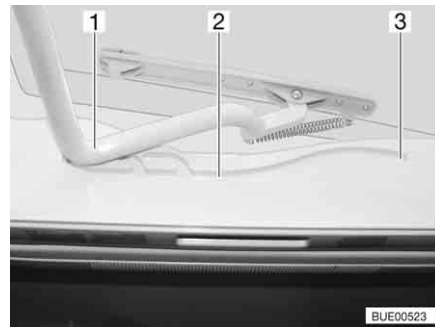

Fig. 112 Lanterneau Heki, glissière
- Tirer l'étrier (Fig. 112,1) dans les glissières (Fig. 112,2) jusqu'à la position la plus reculée (Fig. 112,3).
- Pousser l'étrier (Fig. 112,1) légèrement vers le haut avec les deux mains.
- Tirer l'étrier dans les glissières (Fig. 112,2) jusqu'à la position souhaitée.